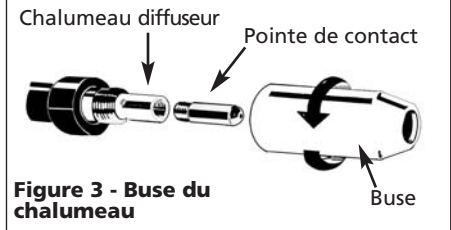

Figure 3 - Buse du chalumeau
- b. Le fil s'agence à la pointe de contact sur l'extrémité du chalumeau (voir figure 3).
- Dévisser l'embout et la pointe de contact de l'extrémité du chalumeau de soudure (voir figure 3). Brancher le soudeur dans une bonne prise d'alimentation de courant.
- Glisser avec soin la pointe de contact sur le fil, visser la pointe dans le chalumeau et réinstaller l'embout (voir figure 3). Couper le fil à environ 1/4 po (0,635 cm) de l'extrémité de la buse.